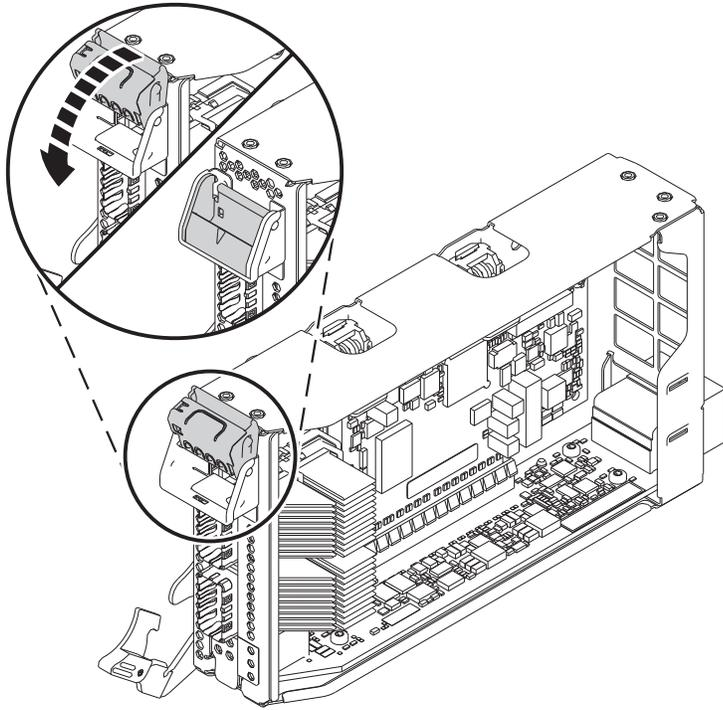

図 18. PCIe アダプター・カセットへのハーフサイズ、ロー・プロファイル・アダプターの取り付け
- c. アダプターを固定するために、20 ページの図 18 に示すようにテール・ストック・ラッチを回転させます。